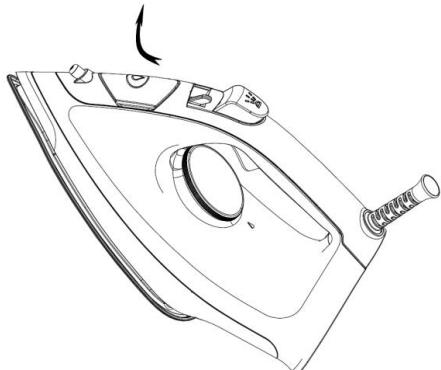
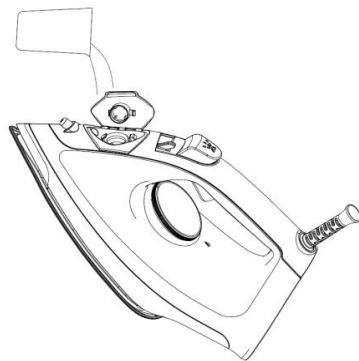

Fig.1
Fig.2
46. Abra la tapa de entrada de agua (ver Fig.1) e incline la plancha 30°. Vierta una cantidad adecuada de agua en el tanque de agua con una taza medidora (ver Fig.2). Es mejor usar agua pura o agua destilada con menos partículas de calcio y asegúrese de que el agua no exceda la línea de nivel máximo de agua marcada en el tanque de agua. Presione la tapa de entrada de agua para cerrarla. Se puede escuchar un sonido de "clic" si la tapa de entrada de agua está bien cerrada en su posición.